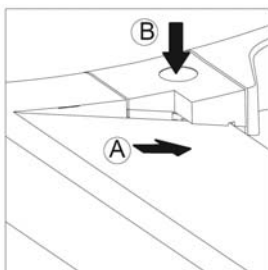

figura 9
- 1 Posizionare il materiale da tagliare nell'arrotondangoli (max. 1 foglio) (figura 9, A).
- 2 Premere il tasto per eseguire l'operazione (figura 9, B).